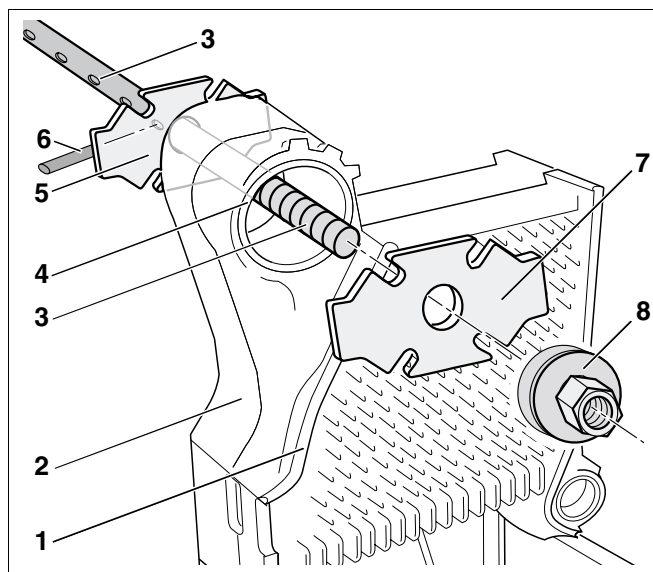
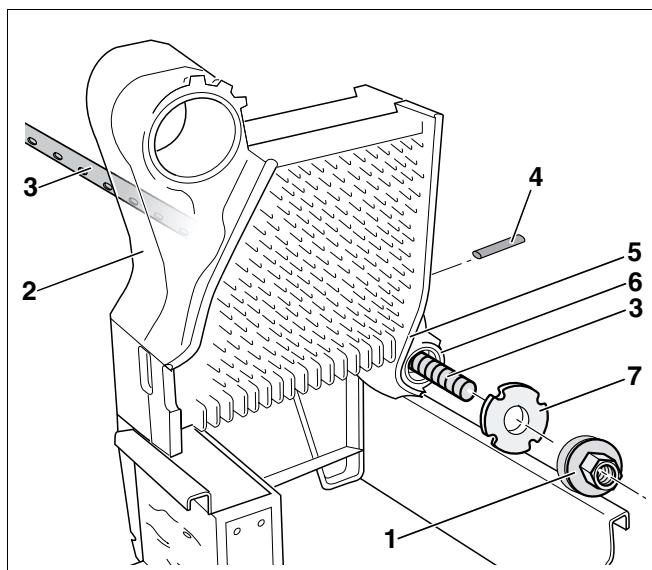
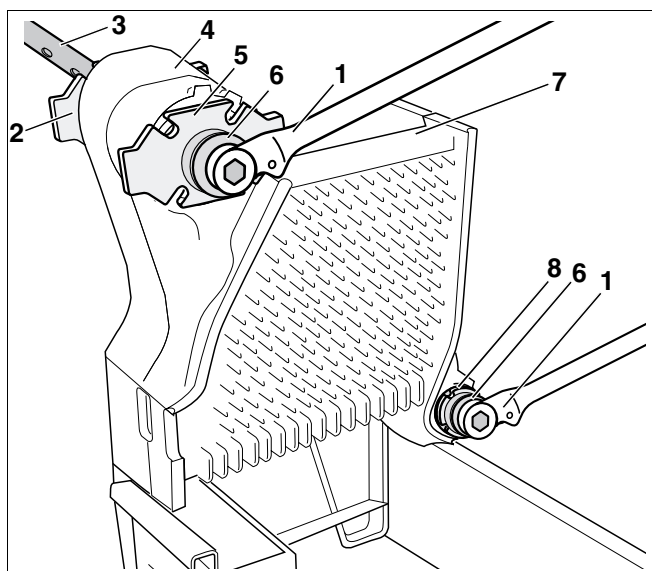
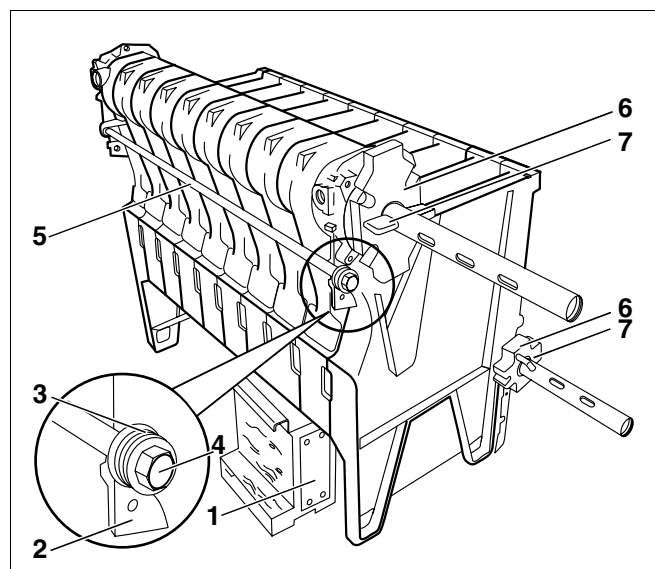

Fig. 16 Butucul superior al cazanului
Fig. 17 Butucul inferior al cazanului
Fig. 18 Partea din spate a cazanului
Fig. 19 Montarea tiranților – Dispunerea penelor plate de etanșare
- Introduceți pentru fiecare butuc superior (fig. 16 și fig. 17, **poz. 3**) și inferior al părții blocului de cazan (fig. 16, **poz. 4** și fig. 17, **poz. 6**) o tijă a presei.
Dacă poziționați flanșa suplimentară (fig. 16, **poz. 7**) pe nutul de etanșare în timpul procesului de presare (fig. 16, **poz. 1**), aceasta poate determina neetanșeități.
- Aveți grijă ca flanșa suplimentară (fig. 16, **poz. 7**) să se situeze direct pe butucul cazanului.
- Flanșa suplimentară (fig. 16, **poz. 7**) se introduce pe tija presei (fig. 16, **poz. 3**) la butucul superior al (fig. 16, **poz. 4**) cazanului.
- Contraflanșa (fig. 16, **poz. 5**) se introduce pe tija presei (fig. 16, **poz. 3**) la butucul superior al cazanului (fig. 18, **poz. 4**) și se asigură cu pana corespunzătoare (fig. 16, **poz. 6**) (vezi fig. 19, pagina 21).
- Unitatea de presare (fig. 16, **poz. 8**) se rotește (fig. 16, **poz. 3**) pe filetul tijei de presare.
- Flanșa suplimentară (fig. 17, **poz. 7**) se poziționează pe tija presei (fig. 17, **poz. 3**) (butucul inferior al cazanului – fig. 17, **poz. 6**).
- Contraflanșa se poziționează la butucul inferior al cazanului (fig. 17, **poz. 6**) și se asigură cu pana aferentă (fig. 17, **poz. 4**) (vezi fig. 19, pagina 21).
- Unitatea de presare (fig. 17, **poz. 1**) se rotește (fig. 17, **poz. 3**) pe filetul tijei presei.
- Ambele chei cu clichet (fig. 18, **poz. 1**) se poziționează pe piulițele de strângere ale unității de presare (fig. 18, **poz. 6**) și elementii de cazan se niplează prin strângere uniformă.
- Penele disc (fig. 19, **poz. 3**) se repartizează uniform.
- Tiranții (fig. 19, **poz. 5**) cu penele disc (fig. 19, **poz. 3**) se introduc (fig. 19, **poz. 2**) în came.
- Se rotește manual (fig. 19, **poz. 4**) piulița pe filetul tirantului (fig. 19, **poz. 5**), astfel încât suprafețele penelor disc să se afle în came.
- În cele din urmă piulițele (fig. 19, **poz. 4**) se strâng pe tiranți de la (fig. 19, **poz. 5**) 1 pînă la 1½ rotații (M10: 15 Nm; M16: 25 Nm).
- Se îndepărtează (fig. 19, **poz. 1**, pagina 21) elementul ajutător.